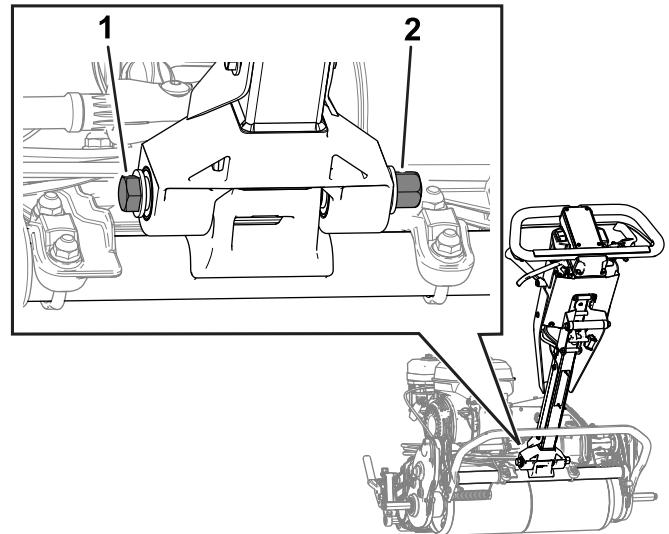

Figure 43
2. Desserrez le boulon et l'écrou, comme montré à la Figure 43.